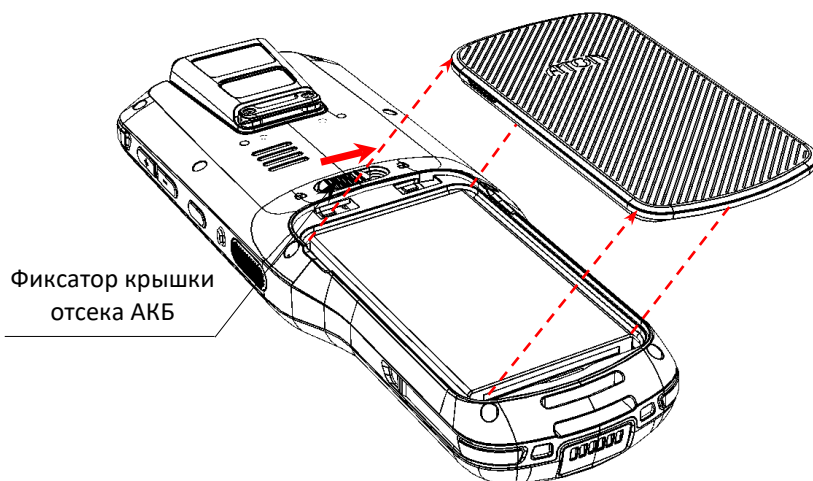

Рисунок 6. Отделение крышки отсека для АКБ от корпуса
4. Отделить крышку отсека от корпуса ТСД (рисунок 6).
1. Во включенном состоянии ТСД снять крышку отсека АКБ (см. рисунок 6), при этом сработает датчик открытия крышки АКБ и устройство автоматически перейдет в режим энергосбережения.